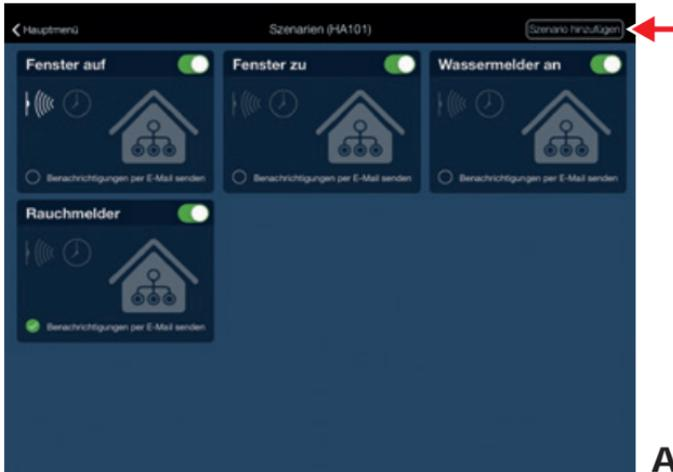

Abb. 23
3. Zum Hinzufügen eines neuen Geräte-Triggers für eine Szene drücken Sie die Option „Hinzufügen“ in der rechten oberen Ecke (*siehe Abb. 23*) und wählen die Geräte- oder Zeit-Trigger aus.
4. Zum Hinzufügen eines neuen Zeit-Triggers für eine Szene drücken Sie die Option „Hinzufügen“ in der rechten oberen Ecke (*siehe Abbildung 23*) und wählen die Option „Zeit-Trigger“ aus.